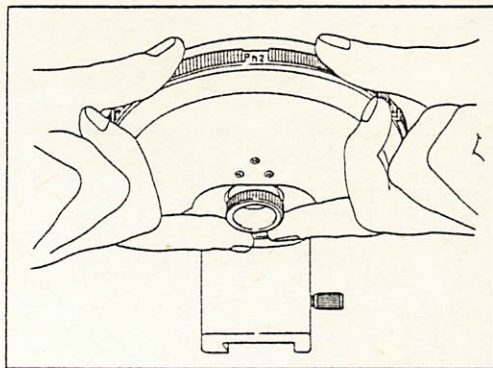

図 31
③対物レンズの位相板のリングに対してコンデンサのリング絞りの像がずれていたなら、図31のようにコンデンサのリング絞りを両手の指先で軽く押して合わせます。
④他の対物レンズに対しても同様にリング絞りの心出しを行います。